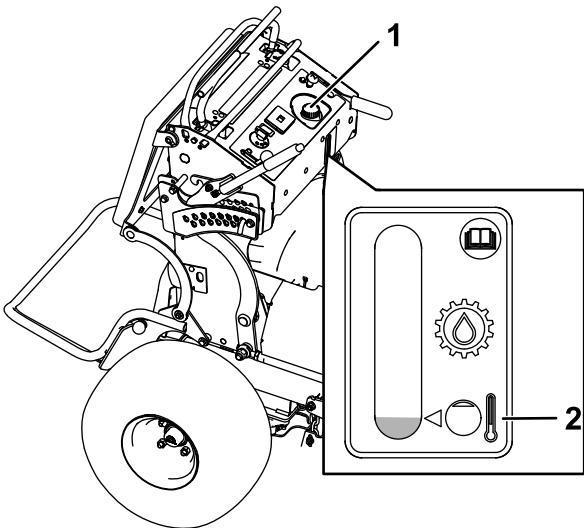

Figura 71
- Limpe a zona em redor da tampa e do tubo de enchimento do depósito hidráulico (Figura 71).
5. Retire a tampa do tubo de enchimento (Figura 71).